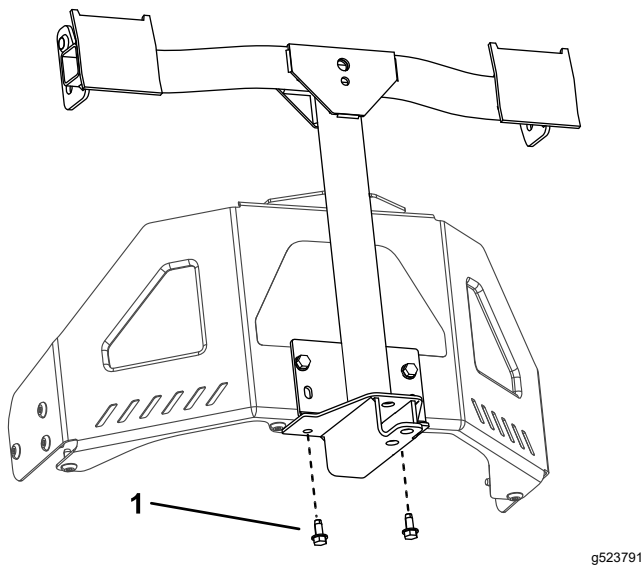

Figura 9
3. Assicurate il telaio del perno alla parte inferiore del telaio della macchina utilizzando 2 viti autofilettanti (5/16" x 3/4"), come illustrato nella Figura 9.